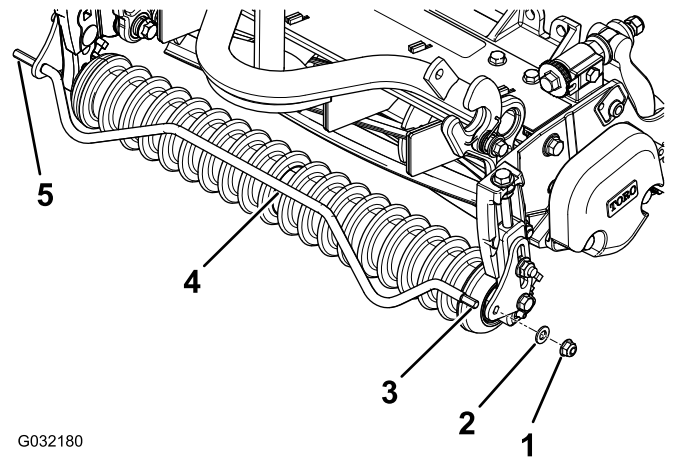

図 8
2. バスケットロッドのねじ山の無い方の端部をバスケットプレートの穴に差し込む 図 8。
3. バスケットロッドのねじ山のある方の端部 図 8をもう一枚のバスケットプレートの穴に合わせる。
4. バスケットロッドを穴に通し、ねじ山側にワッシャとフランジナットを取り付ける (図 8)。